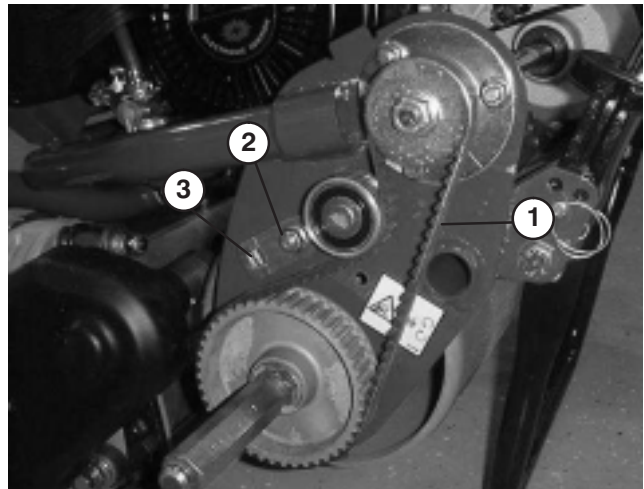

Figure 47
- B. A l'aide d'une clé dynamométrique de 3/8", tournez la patte de montage de la poulie de tension avec un couple de 4–4,5 Nm pour obtenir la tension voulue (Fig. 47). Serrez la vis de fixation de la patte de montage de la poulie de tension. **Ne tendez pas la courroie excessivement.**